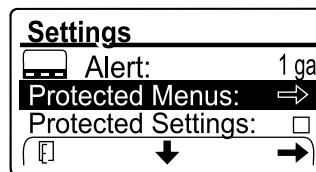

Figure 108
1. Saisissez le code PIN de l'option MENUS PROTÉGÉS (Figure 108) ; voir Accès aux menus protégés (page 25).